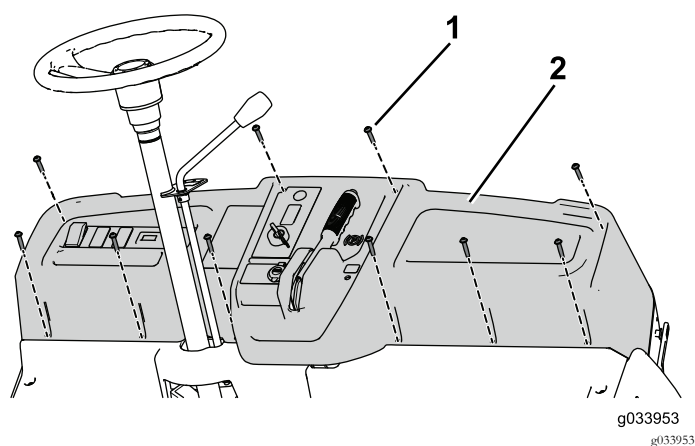

図 81
5. ダッシュボードを車体に固定するねじ1/4 x 1-1/4 インチ10本を使用する 図 81。